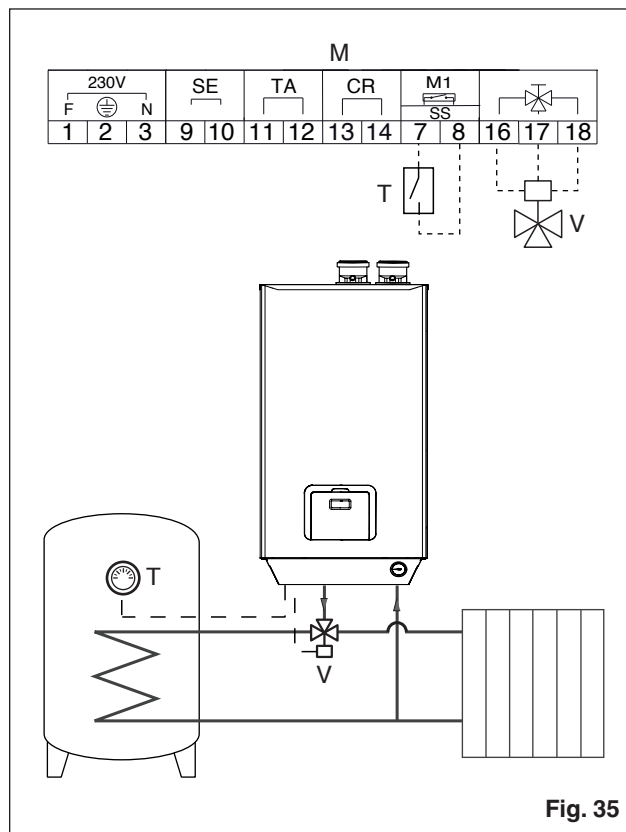

Fig. 35
- realizzare il circuito idraulico rappresentato in Fig. 35
- collegare elettricamente la valvola deviatrice (V) ai contatti 16, 17 e 18 predisposti sulla morsettiera di caldaia (M)
- collegare i contatti del termostato di regolazione del bollitore (T) ai contatti 7 e 8 della morsettiera di caldaia (M)